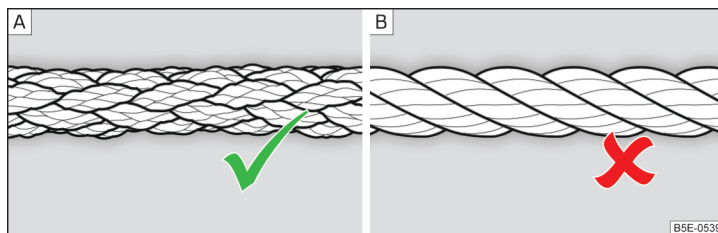

Fig. 189 Fune di traino intrecciata / a spirale
Per il traino con una fune di traino utilizzare solo una fune in fibra sintetica intrecciata » fig. 189 - **A** » .
- Per il traino non utilizzare funi di traino a spirale » **fig. 189** - **[B]**, l'occhione di traino del veicolo potrebbe svitarsi - pericolo d'incidente.